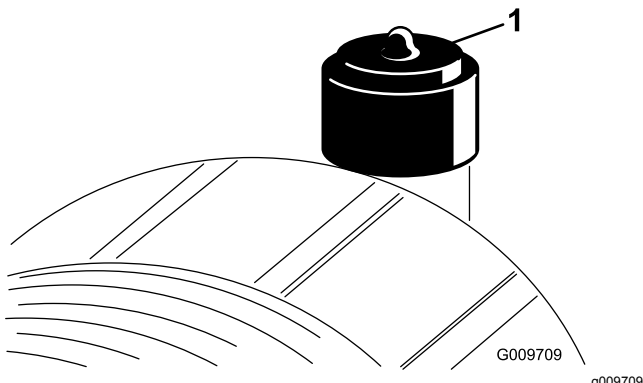

Figura 80
Revise el filtro del limpiador de aire únicamente cuando el indicador de mantenimiento (Figura 80) lo requiera. El cambiar el filtro antes de que sea necesario aumenta la posibilidad de que entre suciedad en el motor al retirar el filtro.
2. Reinicie el indicador (Figura 80) si se ve rojo.